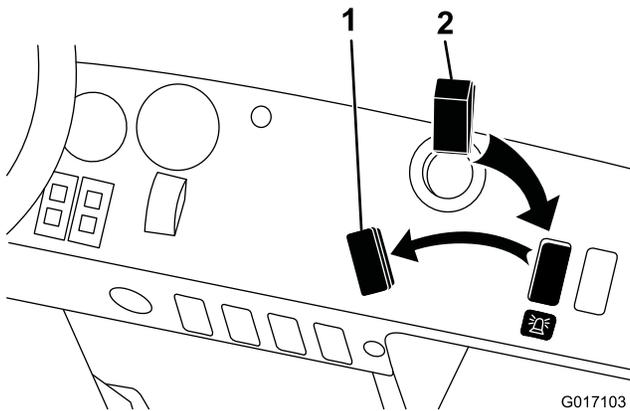

Bild 1
- Entfernen Sie die Abdeckung vom Schalterbefestigungsloch im Armaturenbrett (Bild 1).
- Setzen Sie den Rundumleuchtenschalter in das Loch im Armaturenbrett ein (Bild 1).